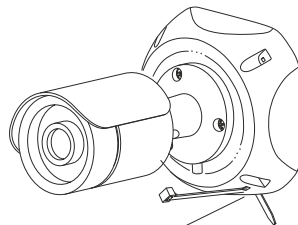

рис. 1
- 4) Соедините крышку с основанием таким образом, чтобы отверстия для хомута совпадали. Проденьте нейлоновый хомут в паз и не полностью затяните его (рис. 1).